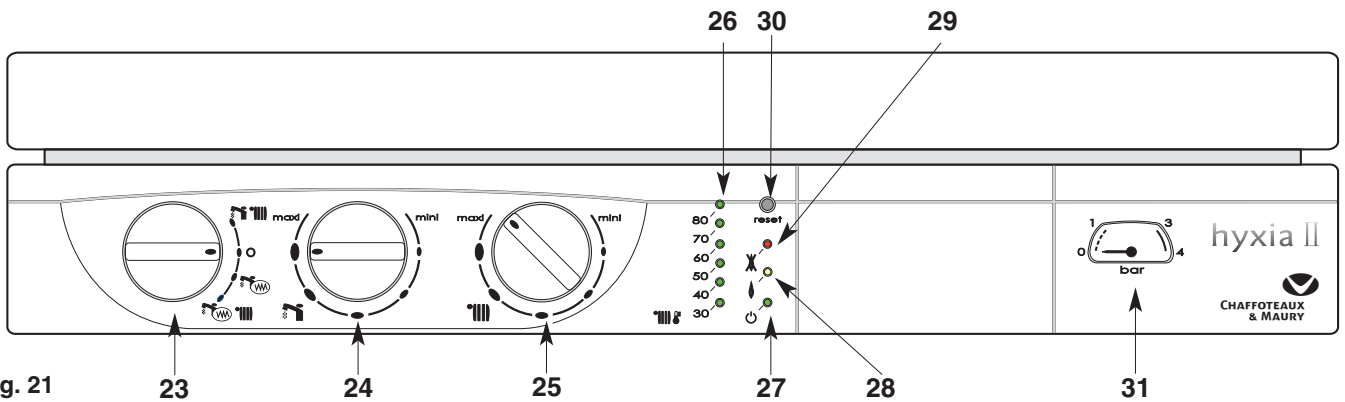

Fig. 21
Tableau de bord (fig. 21)
- Placez le commutateur **23** (fig. 21) en position  voyant vert **27** allumé ; le voyant orange **28** (fig. 21) s'allume chaque fois que le brûleur entre en fonction.
Le bouton de réglage du chauffage **25**  (fig. 21) donne la possibilité d'ajuster la température de l'eau du circuit de chauffage en fonction des besoins saisonniers.
- Placez le commutateur **23** en position «O » le voyant vert **27** (fig. 21) reste allumé. La fonction hors gel de la chaudière reste active.
*Ne pas oublier de le rouvrir en début de saison de chauffage, lorsque l'on replace le commutateur **23** (fig. 21) en position  .*